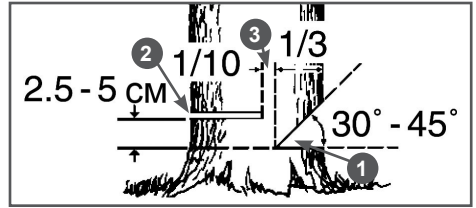

Рис.13 Расположение запила, пропила и недопила
9. Выберите направления падения дерева, для этого следует учесть силу и направление ветра, естественный наклон дерева, равномерность распределения веток в кроне дерева. Начните пилить с той стороны дерева, куда оно должно упасть (Рис.13).
*Ни в коем случае не допиливать до конца недопил (3) Рис.13, так как вы не сможете контролировать направление падения дерева.*